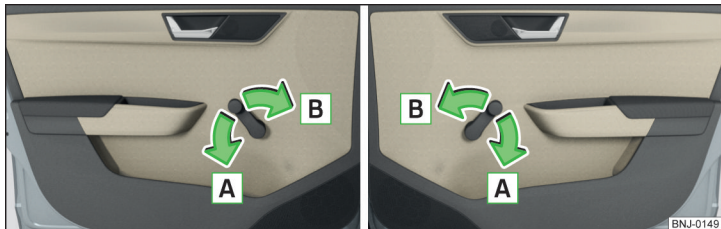

Abb. 55 Fensterbedienung: links/rechts
- Zum **Öffnen** die Kurbel in Pfeilrichtung **A** drehen » Abb. 55.